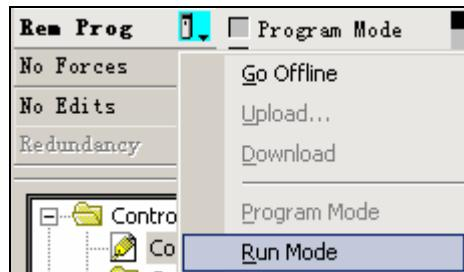

图 3-67 设为运行模式
59. 将处理器设置为 RUN ( 运行 ) 模式。可通过手动调节处理器上的钥匙位置。也可通过 RSLogix5000 软件 ( 此前钥匙位于 Remote ) 设置 , 如图 3-67 所示。